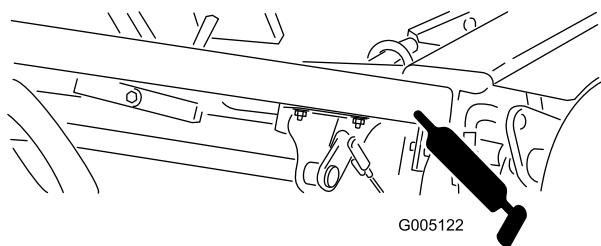

Figura 29
- Articulação de corte e elevação (Figura 29)